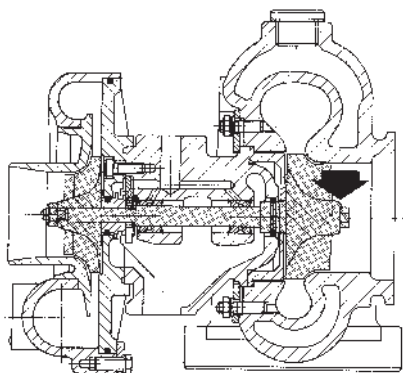

Fig. 159 Endroit de mesure (jeu radial), KKK-K27
1. Adapter la touche d'un indicateur à bascule au point le plus élevé de la partie cylindrique de l'écrou (pour TAMD60A) ou au moyeu de la roue de turbine comme le montre la figure 159 (pour TAMD60B)